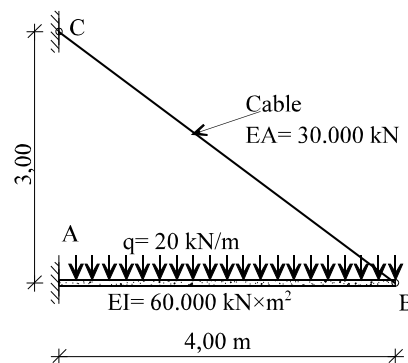

Figura 14
14) Dibujar y acotar la ley de momentos flectores de la ménsula atirantada de la figura 14. (En la viga se desprecian las deformaciones por axil y cortante.)